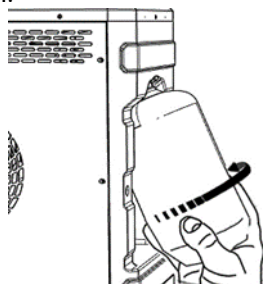

Рисунок 3. Схема встановлення газового балона.
5. Приєднати штуцер балона з бутаном до гнізда газового клапана, тримаючи балон знизу рукою (рис. 3) та обертаючи проти годинникової стрілки до упору, так, щоб гумова прокладка деформувалася для герметизації стику. Додаткові герметизуючі заходи не потрібні.
3. Притримуючи виріб нерухомо, відхилити балон назовні (рис. 3) для полегшення видалення.